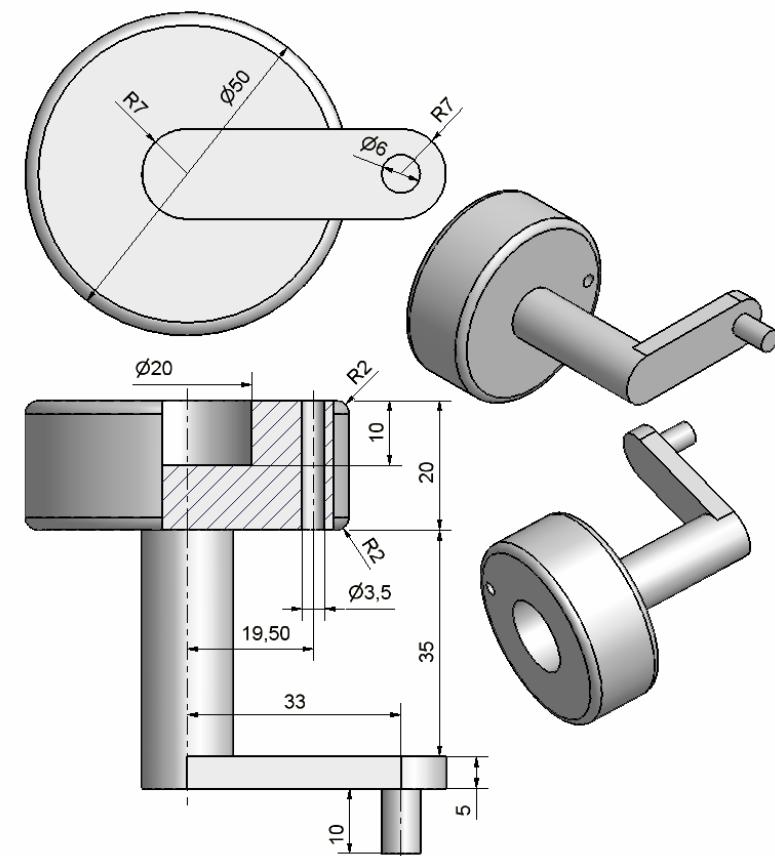

Figura 3.7.2
- Roată motoare, figura 3.7.2;